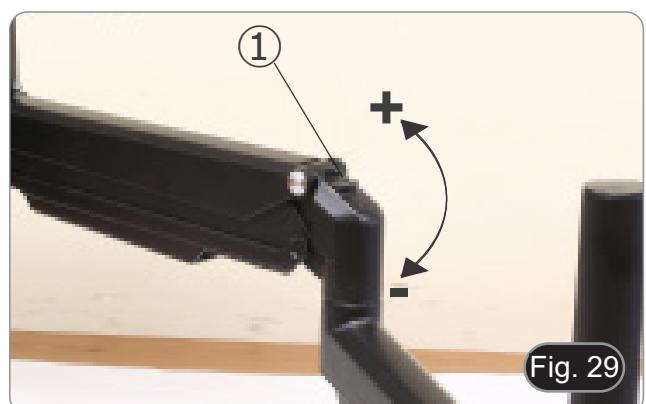

Fig. 29
- 1. Con una llave Allen de 6 mm (P) apretar el tornillo ① para aumentar la resistencia del soporte del brazo horizontal. (Fig. 29)